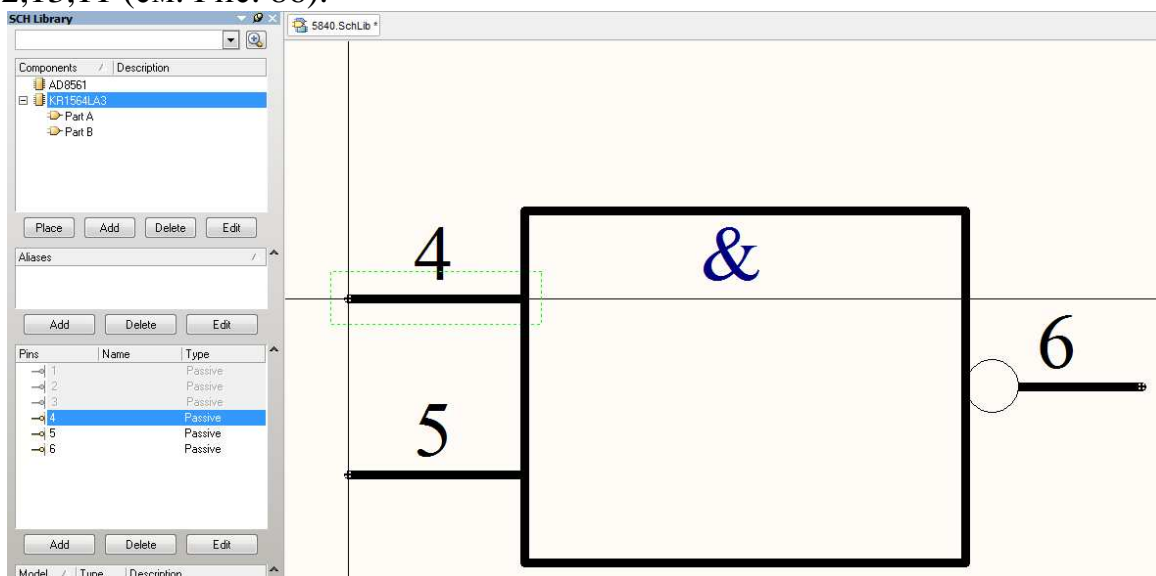

Рис. 85. УГО второго вентиля микросхемы KR1564LA3
5. Скопировать в буфер готовую секцию. Выбрать Tools>>New Parts. Вставить из буфера секцию. Затем перенумеровать выходы: 1 на 4, 2 на 5, 3 на 6 (см. Рис. 85).